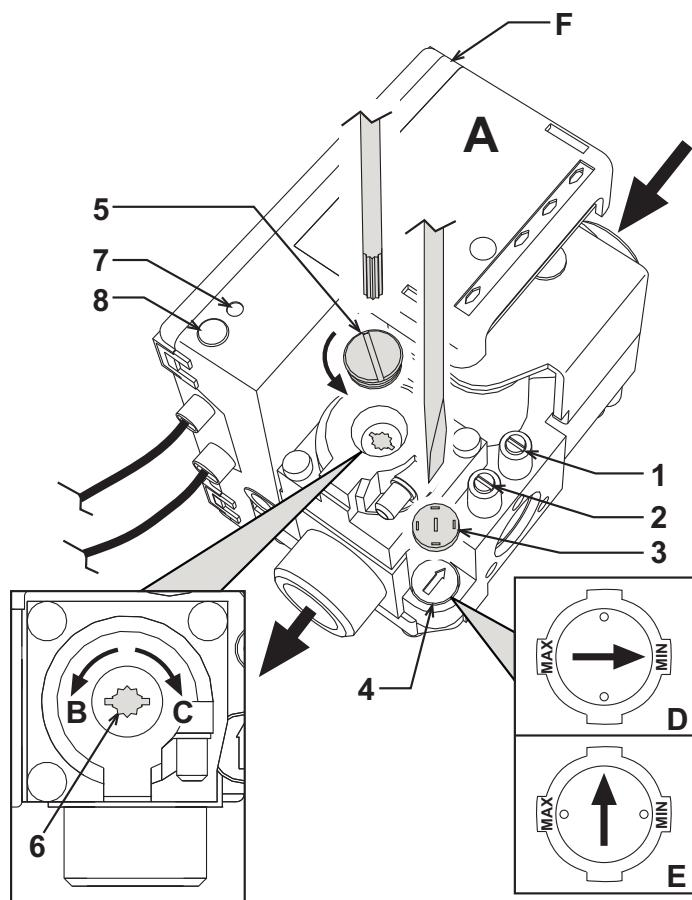

рис. 3 - Регулирование давления
Подключите манометр к штуцеру отбора давления 2 (рис. 3), расположенному после газового клапана, затем переведите ручку терmostата котла (поз. 5 - рис. 1) на максимум.
Сняв защитную пробку 5 (рис. 3), регулируйте давление газа с помощью винта 6 на желаемое значение (см. таблицу технических данных и диаграммы изменения мощности, приведенных в сар. 4).
2. Снимите с газового вентиля маленький защитный колпачок 3 (рис. 3). С помощью маленькой отвертки регулируйте "СТУПЕНЬ" розжига на основании выбранного газа (G20-G25 положение D рис. 3 или G30-G31 положение E рис. 3) а затем установите на место колпачок.